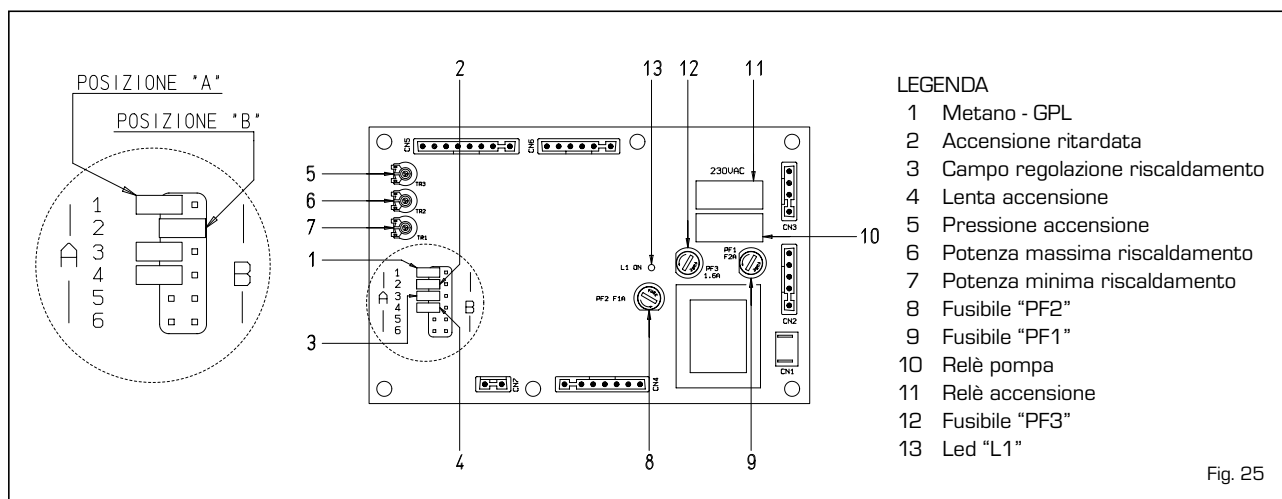

Fig. 25
- **Trimmer "Pressione accensione"** (5 fig. 25)
- **Trimmer "Potenza minima riscaldamento"** (7 fig. 25)
- **Trimmer "Potenza massima riscaldamento"** (6 fig. 25)
- **Connettore "MET-GPL"** (1 fig. 25)
- **Connettore "Accensione ritardata"** (2 fig. 25)
- **Connettore "Campo regolazione riscaldamento"** (3 fig. 25)
- **Connettore "Lenta accensione"** (4 fig. 25)
- Led "L1" (13 fig. 25)